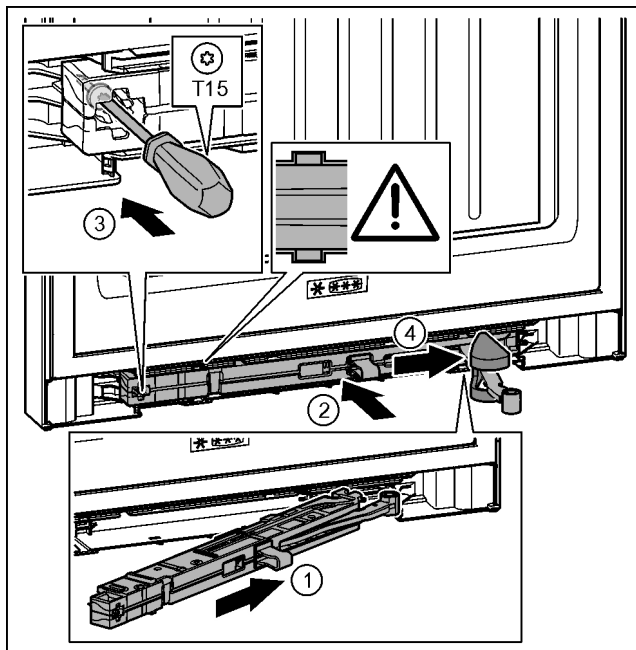

Fig. 39
- ▶ Вкарайте блока на затварящия демпфер от страната на лагерната стойка докрай под ъгъл в отвора. Fig. 39 (1)
- ▶ Вкарайте изцяло блока на затварящия демпфер в отвора. Fig. 39 (2)
- ▶ С отвертка T15 затегнете винта. Fig. 39 (3)
- ▶ Бутнете капачка върху шарнира. Fig. 39 (4)